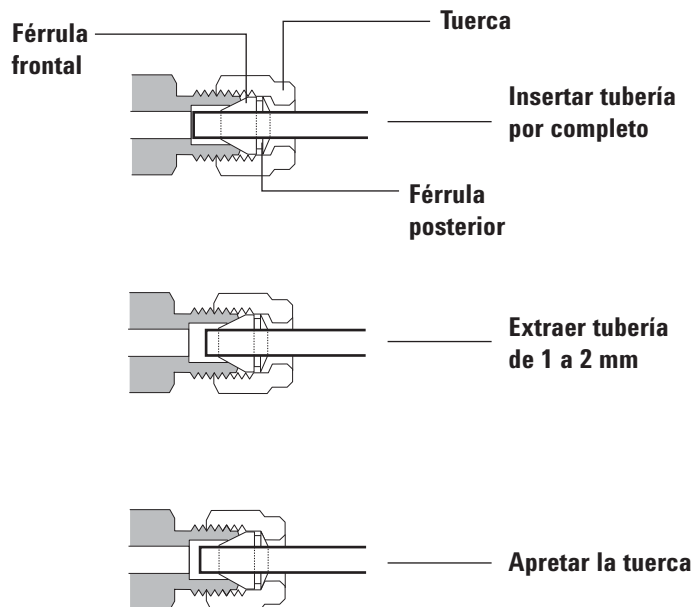

Figura 19 Inserción de la tubería
- 5 Empuje el tubo en el tapón y después extraígalo aproximadamente de 1 a 2 (consulte Figura 19).